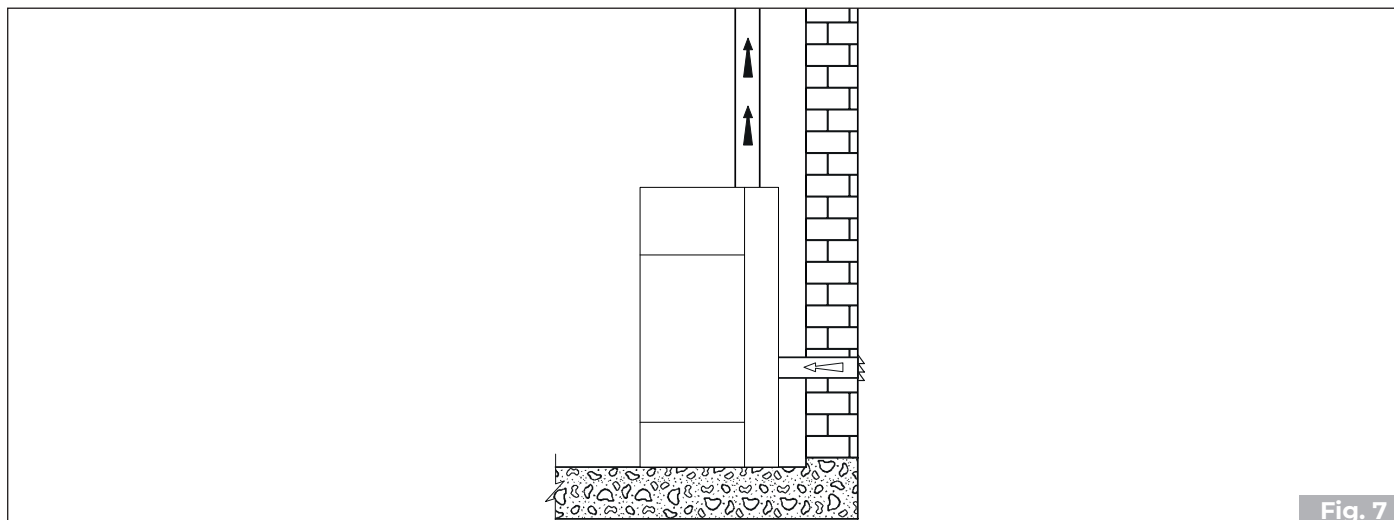

Fig. 7
- provenire direttamente dall'esterno con collegamento diretto alla camera di combustione (**Fig. 7**).
- collegare l'ingresso dell'aria comburente dell'apparecchio alla presa d'aria con un apposito condotto (**Fig. 7**).